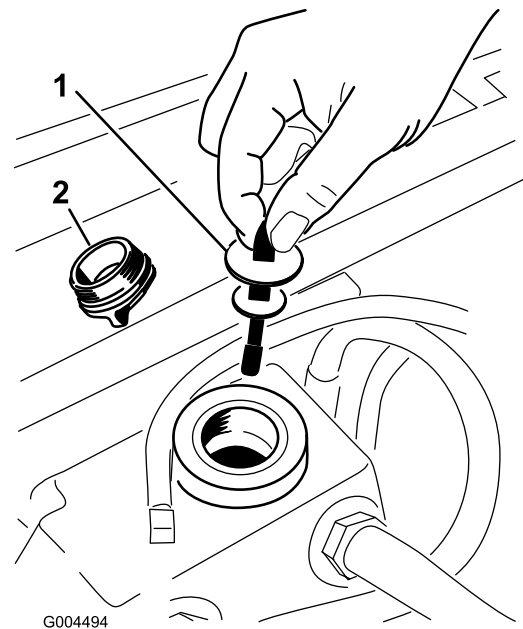

Figure 60
5. Enlevez le bouchon du goulot de remplissage du réservoir hydraulique (Figure 60).
6. Retirez la jauge et essuyez-la sur un chiffon propre (Figure 60).
7. Remettez la jauge dans le goulot de remplissage, ressortez-la et vérifiez le niveau de liquide (Figure 60).